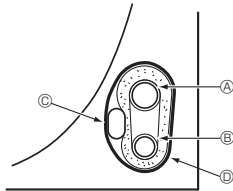

Fig. 4-5
4.4.1. Verstauen im Rohrleitungsraum der Anlage (Fig. 4-5)